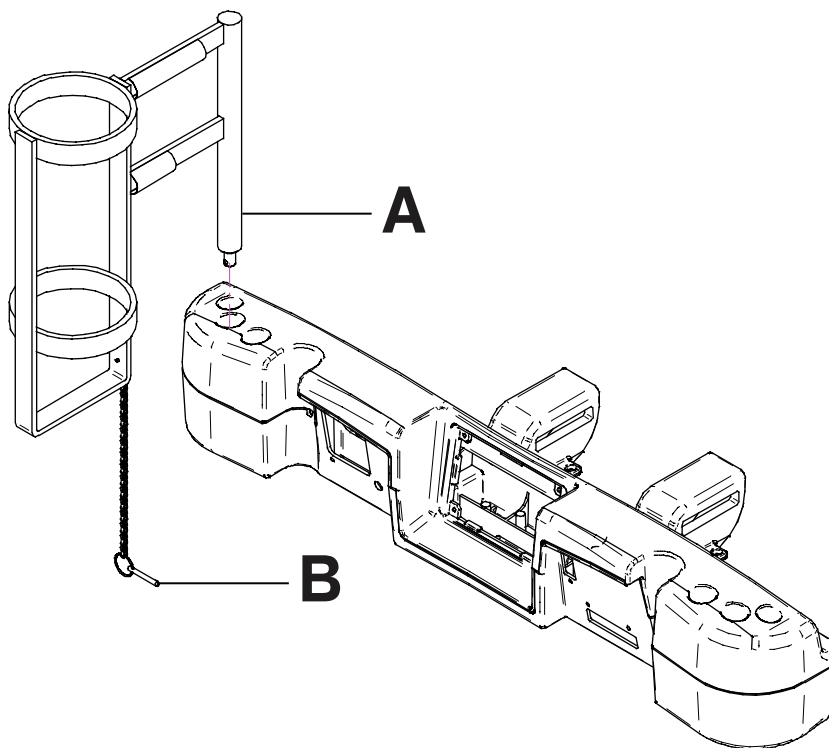

Figure 2-132 : Porte-bouteille à oxygène vertical
1. Insérer la tige support dans le logement situé des deux côtés du côté tête ou du côté pieds du produit (A) (Figure 2-132 à la page 2-121).
2. Insérer la broche de la chaîne de sécurité (B) dans le trou de la tige support (Figure 2-132 à la page 2-121) pour fixer le porte-bouteille au produit.